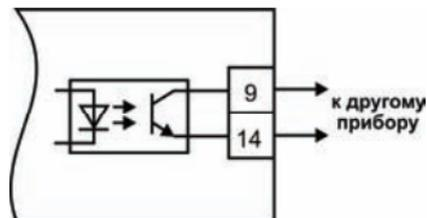

Рисунок 24
3.1.7.4 Второй канал прибора имеет дублирующий выход – транзисторную оптопару для управления другими подобными приборами (например, такими же таймерами, счетчиками и т.д.) (рисунок 24).